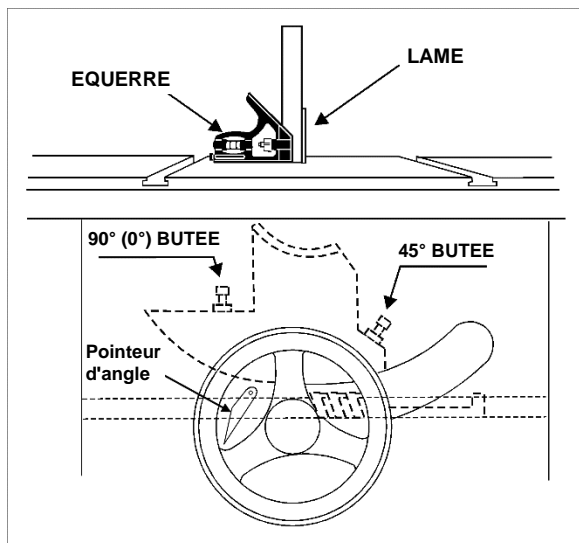

Figure 8-5
5. Si un réglage est nécessaire, desserrez l'écrou sur la vis de retenue à 90° (figure 8-5) avec une clé de 13 mm et tournez la vis à la bonne hauteur. Vérifiez le réglage et resserrez l'écrou contre le tourillon.
6. Vérifiez la position du pointeur sur l'échelle (Figure 8-5). Si nécessaire, desserrez la vis et ajustez le pointeur sur zéro. Resserrer la vis.
Réglez la butée sur 45° comme indiqué sur la figure 8-5. Confirmer le réglage, puis resserrez l'écrou.